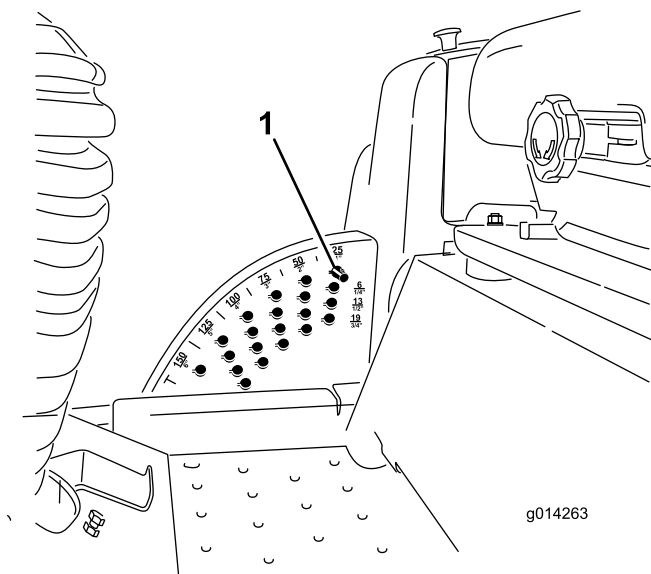

Figura 16
Nota: Para bloquear a plataforma do cortador numa posição elevada, levante a plataforma passando a posição de 15 cm, retire o pino de bloqueio da altura de corte (consulte Ajustar a Altura de Corte), e coloque o pino na posição da altura de corte de 15 cm (Figura 16).
1. Com o motor a trabalhar empurre para trás o interruptor de elevação da plataforma até que a plataforma de corte esteja completamente levantada e **solte imediatamente o interruptor** (Figura 16).
2. Para ajustar, rode o pino de bloqueio até que o pino do mesmo fique alinhado com as ranhuras nos orifícios no suporte da altura de corte e remova-o (Figura 16).
3. Seleccione um orifício, no suporte da altura de corte, que corresponda a altura de corte desejada, insira o pino e rode-o para o bloquear no lugar (Figura 16).
Nota: Existem duas filas de posições de orifícios (Figura 16). A fila de cima dá-lhe a altura de corte indicada por cima do pino. A segunda fila dá-lhe a altura de corte indicada mais 6 mm. A terceira fila dá-lhe a altura de corte indicada mais 13 mm. A fila de baixo dá-lhe a altura de corte indicada mais 19 mm. Para a posição de 15,2 cm só existe um orifício, colocado na segunda fila. Isto não acrescenta 6 mm à posição de 15,2 cm.